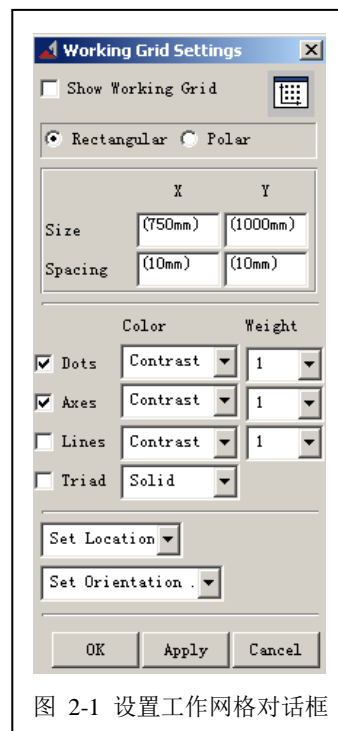

图 2-1 设置工作网格对话框
2.1 对于这个模型，网格间距需要设置成更高的精度以满足要求。在 **ADAMS/View** 菜单栏中，选择设置 (**Setting**) 下拉菜单中的工作网格 (**Working Grid**) 命令。系统弹出设置工作网格对话框，将网格的尺寸 (**Size**) 中的 **X** 和 **Y** 分别设置成 **750mm** 和 **1000mm**，间距 (**Spacing**) 中的 **X** 和 **Y** 都设置成 **10mm**。然后点击“**OK**”确定。如图 2-1 所表示。